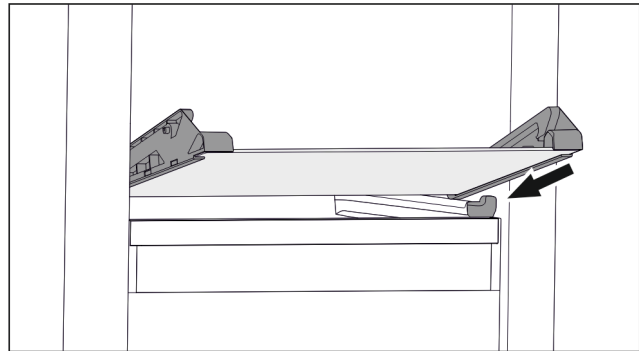

Fig. 73 Glasplatte des abklippbaren Schubfachs
- ▶ Glasplatte schräg hinter den Stopperrahmen aufsetzen. (siehe Fig. 73)